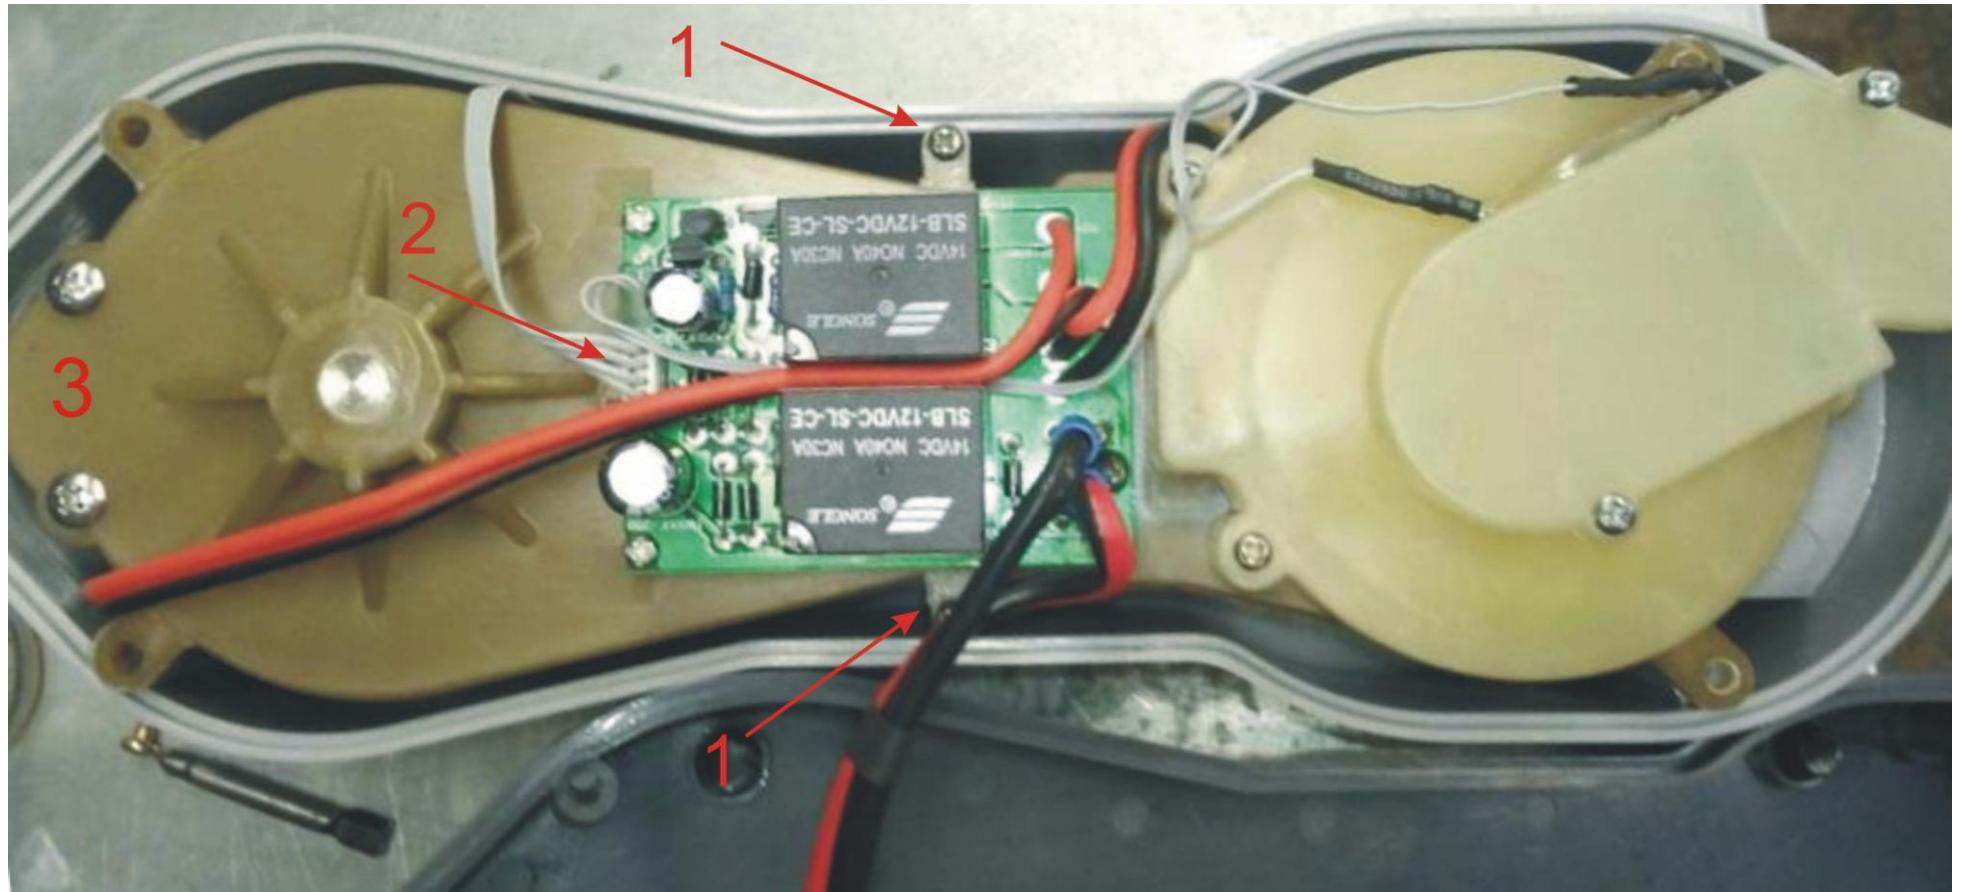

Рис.2
2. Снимаем верхнюю крышку насоса для доступа к блокам. Для этого отвинчиваем еще два самореза (Рис.2, поз. 1) и размыкаем клемму платы управления (поз.2).
и подключаем вторую ступень напрямую к аккумулятору, соблюдая правильную полярность. Если двигатель заработал, значит, он исправен. Если мотор не работает, его необходимо заменить новым. Чтобы снять мотор открутите винты (Рис. 2, поз. 3).